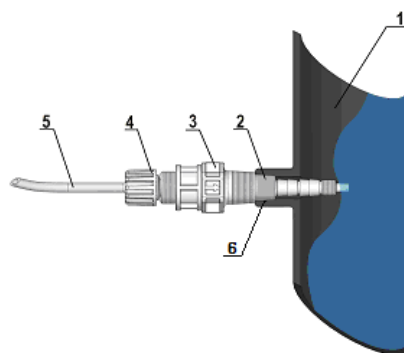

Fig. 7 - Montaggio Raccordo
Sia sul tubo di mandata che su quello di aspirazione evitare curve eccessive al fine di evitare strozzature sul tubo stesso. Applicare sulla condotta dell'impianto da trattare, nel punto più idoneo per effettuare l'iniezione del prodotto da dosare, un raccordo da 3/8" o 1/2" gas femmina. Tale raccordo è escluso dalla fornitura. Avvitare la valvola di iniezione nel "raccordo guarnizione" utilizzando del nastro in PTFE vedi Fig. 7. Connettere il tubetto all'attacco conico della valvola di iniezione e bloccarlo con l'apposita ghiera (4). La valvola di iniezione è anche valvola di non ritorno.